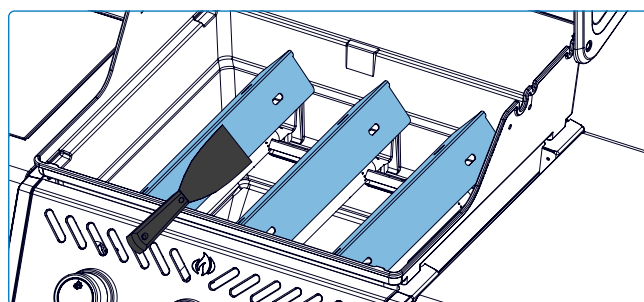

Fig. 22
3. Grattez les plaques de cuisson avec un couteau à mastic ou un grattoir. Utilisez une brosse métallique pour éliminer les cendres (**Fig. 22**).